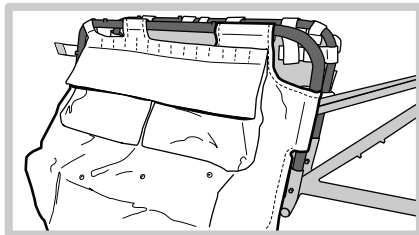

Figura 7
4. Deslice las barras por el cuadro con la alforja incluida sin ajustar. No apriete nada todavía (Figura 7).